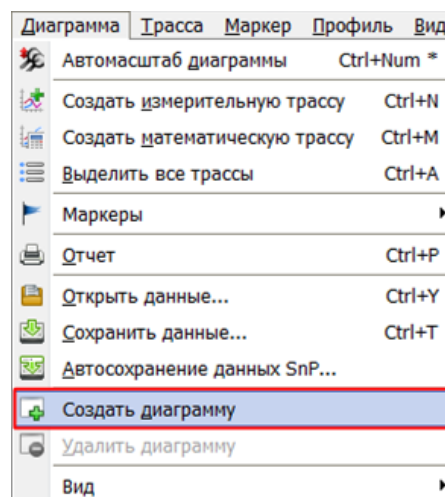

Рис. 19. Создание новой диаграммы.
10. В главном меню выбрать *Диаграмма* -> *Создать диаграмму* (рис. 19).